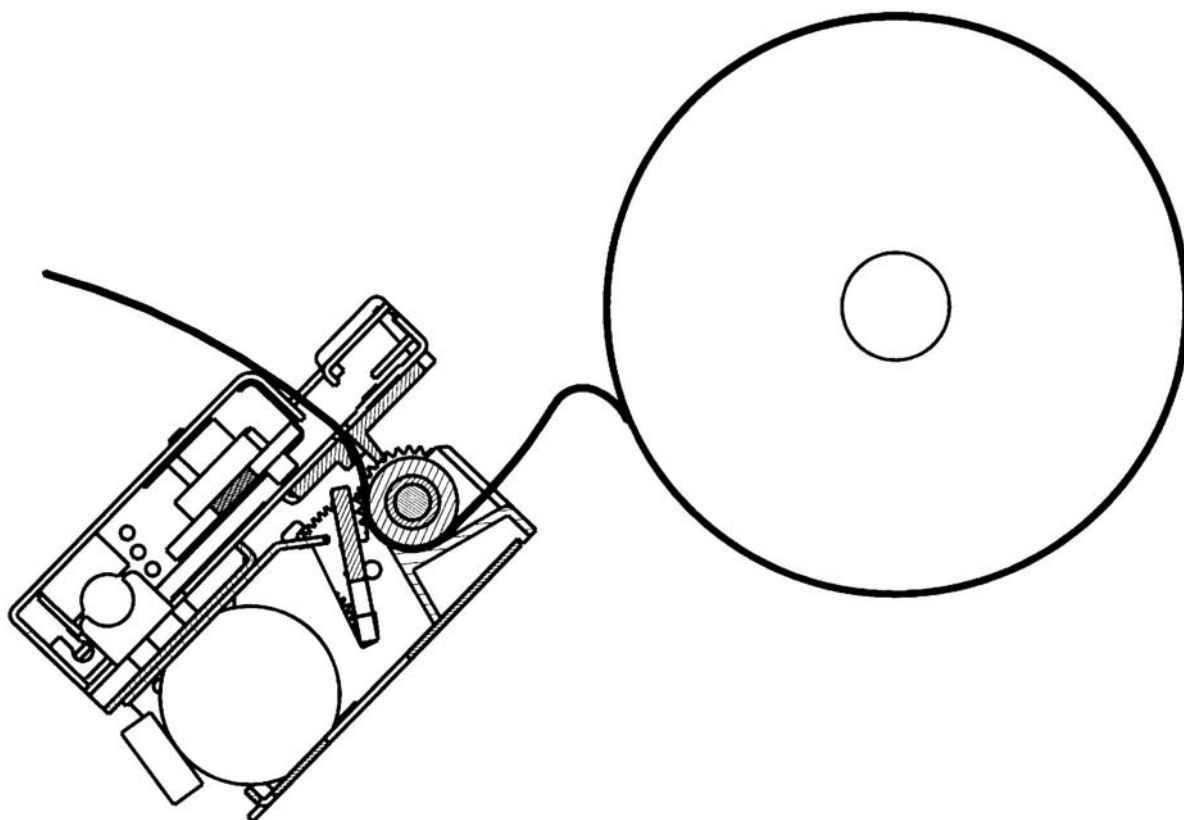

рис. 1
9.3. Порядок заправки чековой ленты (См. рис.1).